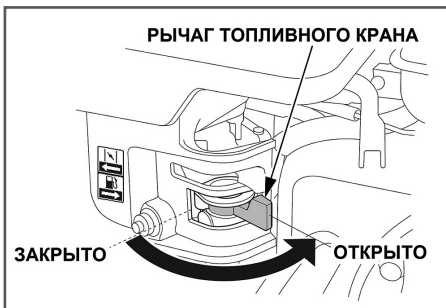

Рис. 11 Рычаг топливного крана
4. Откройте топливный кран переводом рычага вправо (Рис. 11).
5. Закройте топливный кран (Рис. 11).